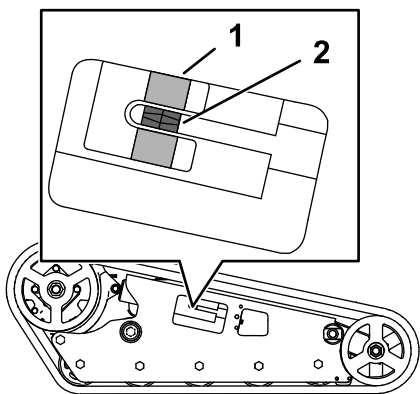

Рисунок 58
Убедитесь, что натяжной блок совмещен с зеленой направляющей на наклейке или что этот блок расположен на расстоянии 1,3 см от задней кромки паза натяжной трубки (Рисунок 58).
4. Используя ключ с храповым механизмом на $\frac{1}{2}$ дюйма, поворачивайте натяжной винт до совмещения натяжного блока с зеленой направляющей на наклейке или до тех пор, пока он не будет на расстоянии 1,3 см от задней кромки паза натяжной трубки (Рисунок 58).
8. Убедитесь в том, что натяжной блок находится в пределах зеленой направляющей на наклейке или что он расположен на расстоянии 1,3 см от задней кромки натяжной трубки на обеих гусеницах (Рисунок 58). При необходимости отрегулируйте тормоза.